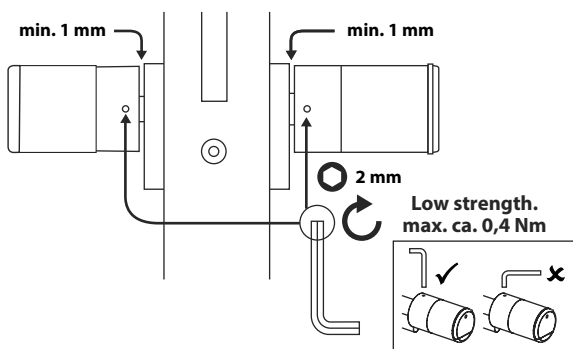

Fig. 10
- ⑦ Revissez les goujons filetés dans les deux boutons (Fig. 10).